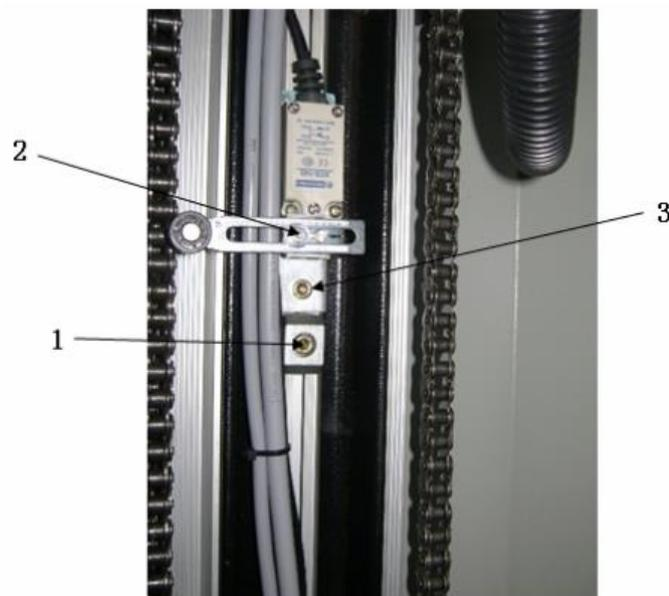

Рис. 22
- открутите винтовые гайки (рис. 22, Поз. 3);
- с помощью винта (Рис. 22, Поз. 2) можно отрегулировать левую и правую точку соприкосновения переключателя хода;
- винт (Рис. 22, Поз. 1) на ограничительном блоке используется для локализации при замене переключателя хода